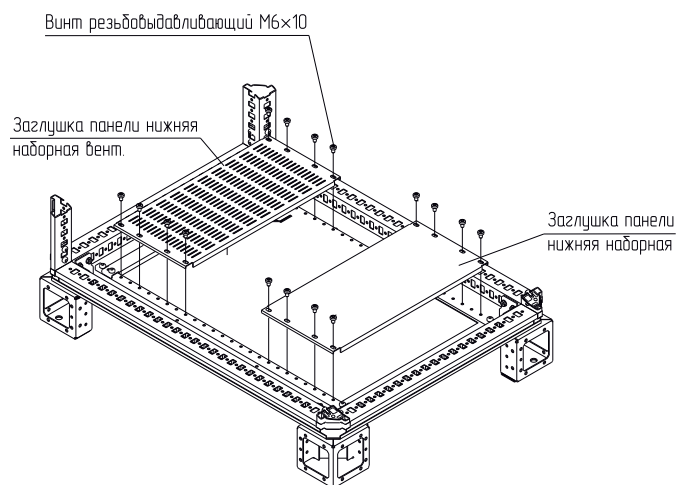

Рисунок 3
4.1.2 Установить заглушку панели нижней наборной на траверсы наборной панели нижней и закрепить винтами М6×10 (рисунок 3). Момент затяжки – 7 Н·м.